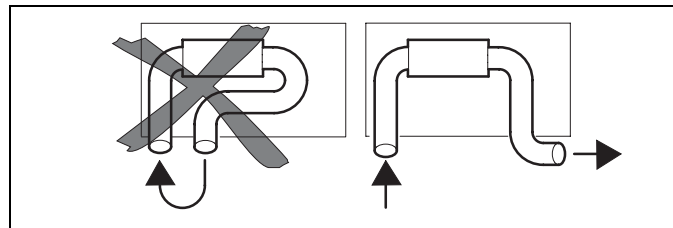

Рис.7: Вход и выход нагретого воздуха
- возможность быстрого попадания воздуха из выходного отверстия отопителя в его входное отверстие была минимальной (рис. 7)